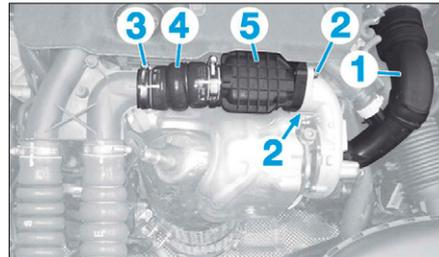

FIG. 67
- le manchon d'entrée d'air du turbocompresseur (1) (Fig.67),
- les vis (2),
- le collier (3),
- Désaccoupler et écarter le conduit (4).
- l'atténuateur de bruit (5),